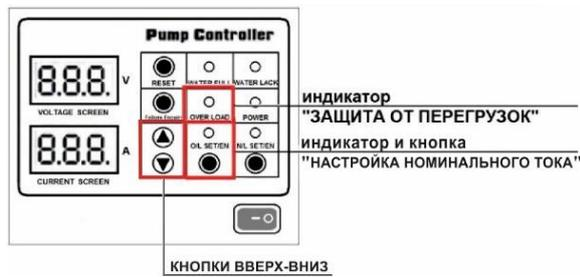

Рис. 8
- Нажать кнопку **O/L SET/EN** (рис.8)